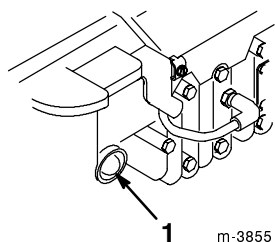

Abb. 11
2. Die Kaltstarthilfe dreimal drücken und nach jeder Betätigung zwei Sekunden warten (Abb. 11).